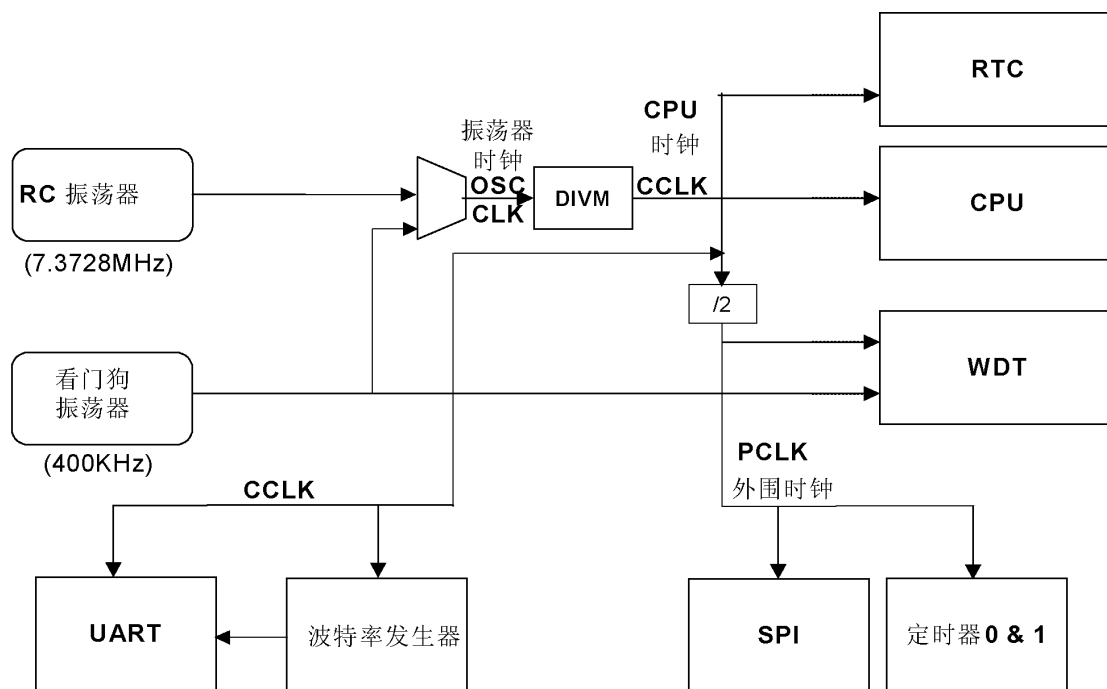

图 3 LPC914 振荡器控制框图
- OSCCLK—输入到 DIVM 分频器的时钟。OSCCLK 可选择 4 个时钟源之一（见图 3），也可降低到较低的频率（见“CPU 时钟（CCLK）时钟调整：DIVM 寄存器”一节）。注：fosc 定义为 OSSCLK 频率